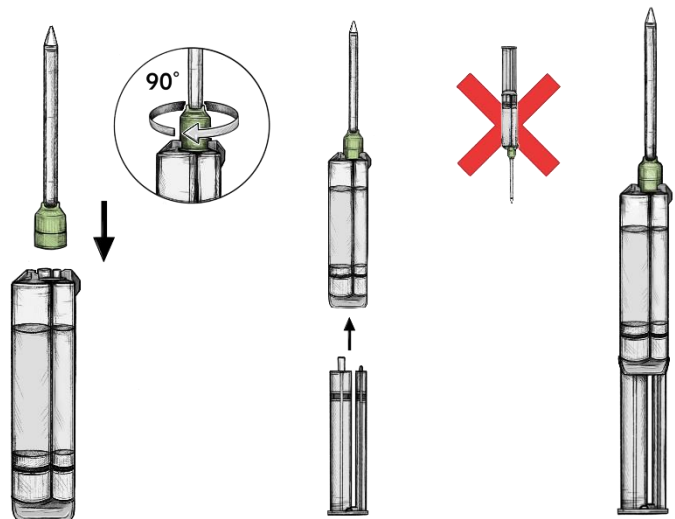

Abb. 5
5. Drücken Sie die Applikatorspitze fest in Richtung Spritze und drehen Sie die Mutter der Applikatorspitze um 90° im Uhrzeigersinn, um die Spitze an der Spritze zu arretieren (Abb. 5). Wenn die Kappe nicht gedreht wird, wird die Applikatorspitze nicht arretiert und kann vor/während der Anwendung von der Spritze fallen, wodurch nicht mit Albumin reagiertes Glutaraldehyd austreten und zu Gewebeschäden führen kann.
6. Halten Sie die Spritze aufrecht und führen Sie den Doppelkolben in die Rückseite der entsprechenden Spritzenkammern ein, bis Sie einen Widerstand der Silikonkolben spüren (Abb. 5). VORSICHT: Legen Sie das zusammengebaute Gerät NICHT auf die Seite.